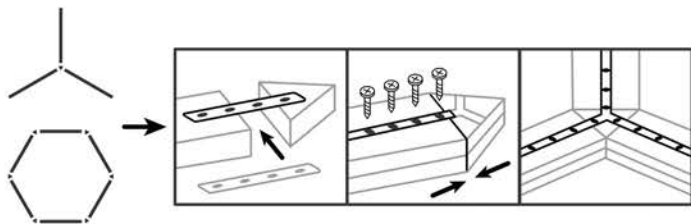

Рис. 9. Соединение светильников с помощью треугольных модулей
■ Соединение светильников под углом 120° (рис. 9) с использованием треугольных модулей: